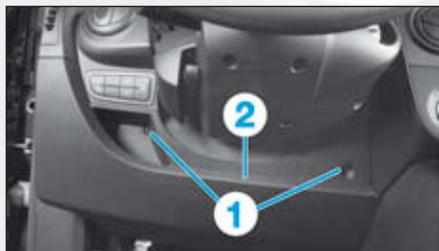

FIG.8
- les vis (1) (Fig.8),
- la garniture inférieure gauche (2) de la planche de bord,